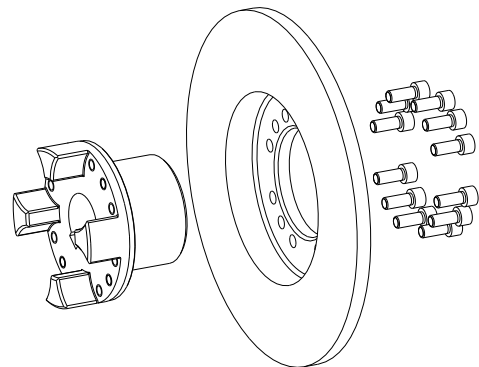

Figura 8: Montagem do tambor/disco do travão no cubo FN
- Coloque o tambor/disco do travão sobre o cubo FN (ver figura 8). Apertar os parafusos com torque manual (no momento).